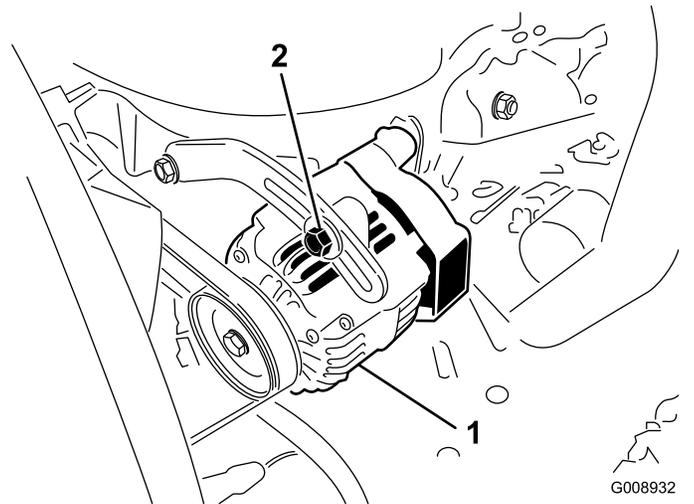

図 55
オアウタネータのベルト 図 55 は100運転時間ごとに点検します。
2. たわみが10 mm 程度でない場合には、オルタネータ取り付けボルト 図 55 をゆるめる。適当な張りに調整してボルトを締める。ベルトのたわみが適切に調整されたことを確認する。